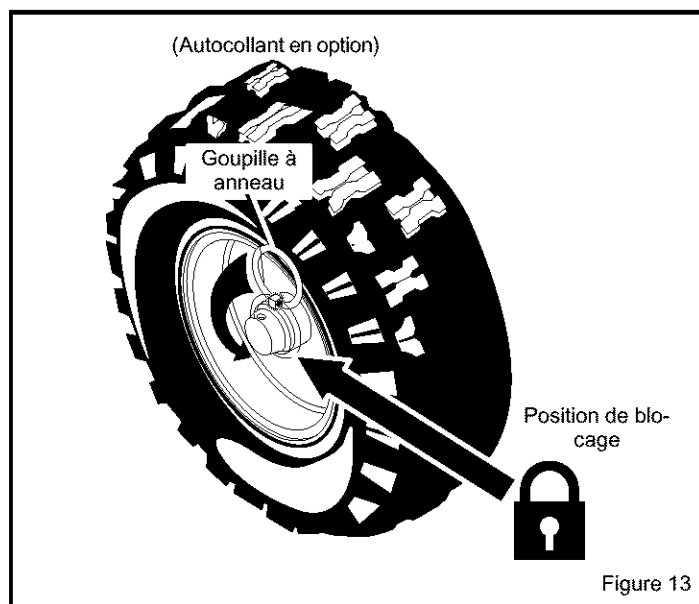

Figure 13
1. La roue gauche est fixée à l'essieu par une goupille à anneau. Ce chasse-neige a été expédié avec la goupille en position de blocage (Figure 13).